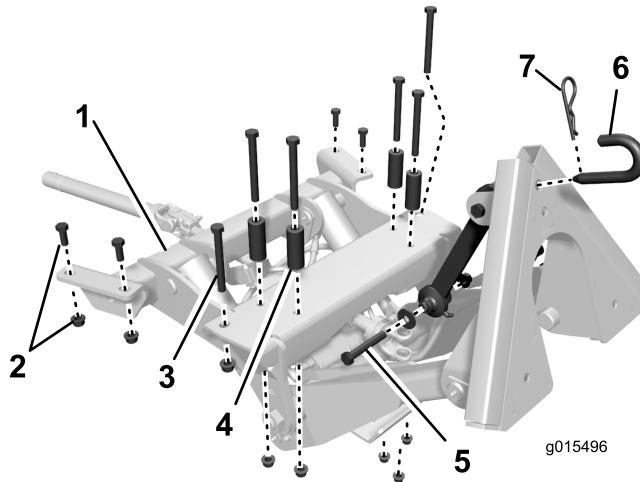
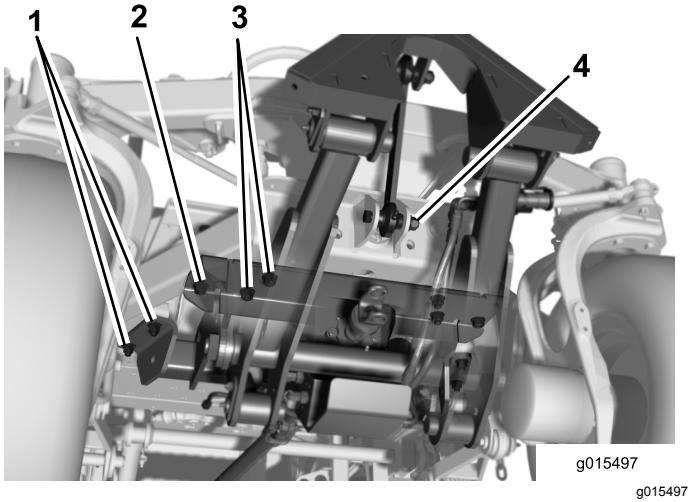

Figura 5
Figura 6
- La Figura 5 muestra la vista superior de la ubicación, el posicionamiento y las dimensiones de las fijaciones utilizadas para sujetar el bastidor de acoplamiento delantero a la parte inferior del bastidor de la unidad de tracción.
5. En la parte delantera del accesorio, sujeté el taladro exterior de cada lado a los perfiles del bastidor con un tornillo (1/2" x 4 1/2") y una tuerca con arandela prensada (1/2"), tal y como se muestra en la Figura 6.
6. En la parte trasera del accesorio, instale provisionalmente cada lado a los perfiles del bastidor con 2 tornillos (1/2" x 1 1/4") y tuercas con arandela prensada (1/2"), tal y como se muestra en la Figura 6.
7. Con los 4 taladros de montaje restantes, fije el accesorio al travesaño del bastidor con tornillos (1/2" x 4 1/2"), espaciadores y tuercas con arandela prensadas (1/2"), tal y como se muestra en la Figura 6). Coloque los espaciadores entre la cabeza de los tornillos y el travesaño.
9. Fije el conjunto de acoplamiento superior al soporte del eje con un tornillo (1/2" x 3 1/4"), 2 arandelas de soporte, un espaciador y una contratuerca (1/2"), tal y como se muestra en la Figura 5 y en la Figura 6.